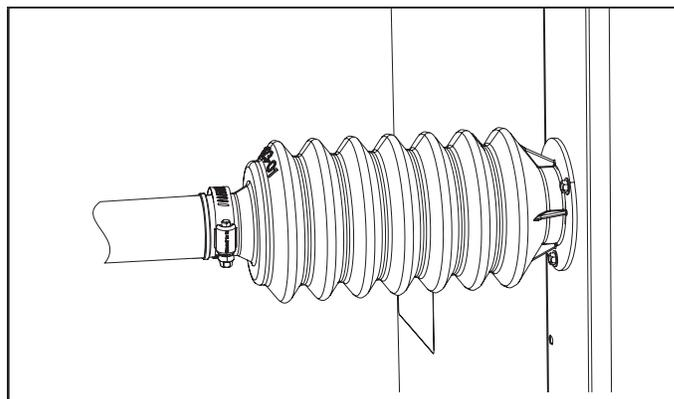

FIGURE 9. Collier installé sur le manchon
- 3 - Positionnez le collier comme illustré à la figure 9 et serrez à un couple à 35 lb-po pour fixer hermétiquement le manchon au jeu de conduites.
- 2 - Positionnez le collier comme illustré à la figure 9 et serrez à un couple à 35 lb-po pour fixer hermétiquement le manchon au jeu de conduites.
Raccordez le drain principal et acheminez le tuyau de drainage avec une pente vers le bas jusqu'à la conduite de drainage ou un puits. Ne raccordez pas le drain à un système d'égout fermé. Reportez-vous à la figure 9 pour la configuration typique d'un piège.